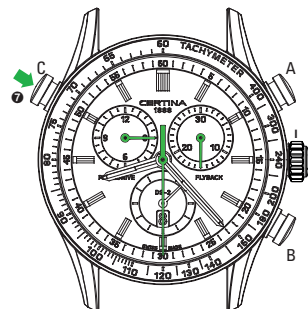

Abb. 16
**Erneutes Ablesen der gespeicherten Endzeit (gemäß Abb. 16)**